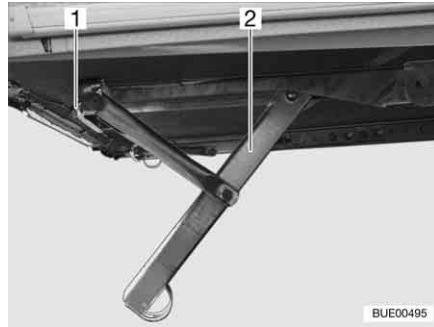
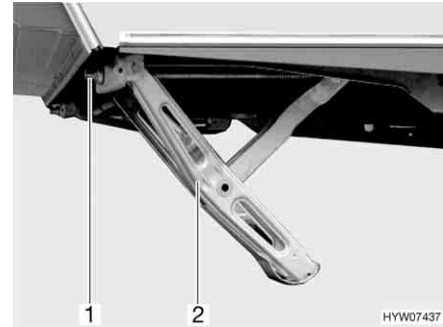
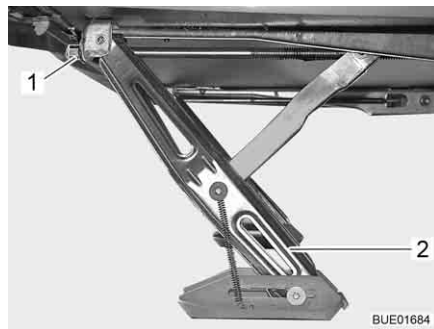

Bild 22 Vevstöd nedvevat (variant 1)
Bild 23 Vevstöd nedvevat (variant 2)
Bild 24 Vevstöd med fotplatta (nedvevat)
- Sätt den medföljande handveven mot sexkanten (Bild 22,1, Bild 23,1 resp. Bild 24,1) på vevstödet (Bild 22,2, Bild 23,2 resp. Bild 24,2).